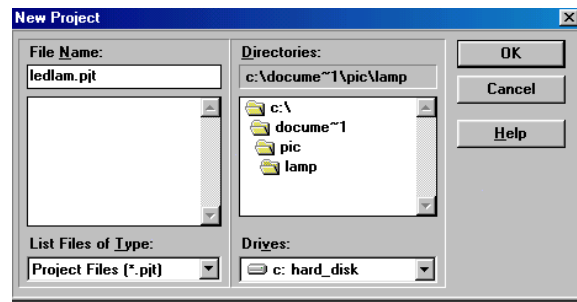

Fig. 8
- **Project>New Project** scegliere la directory nella quale si vuole salvare il nuovo progetto e assegnare un nome al progetto. E' consigliabile avere una cartella nella quale salvare tutti i file del progetto. Nell'esempio si è assegnato al progetto il nome **ledlam.pjt** nella **Cartella lamp**, come in fig.8.